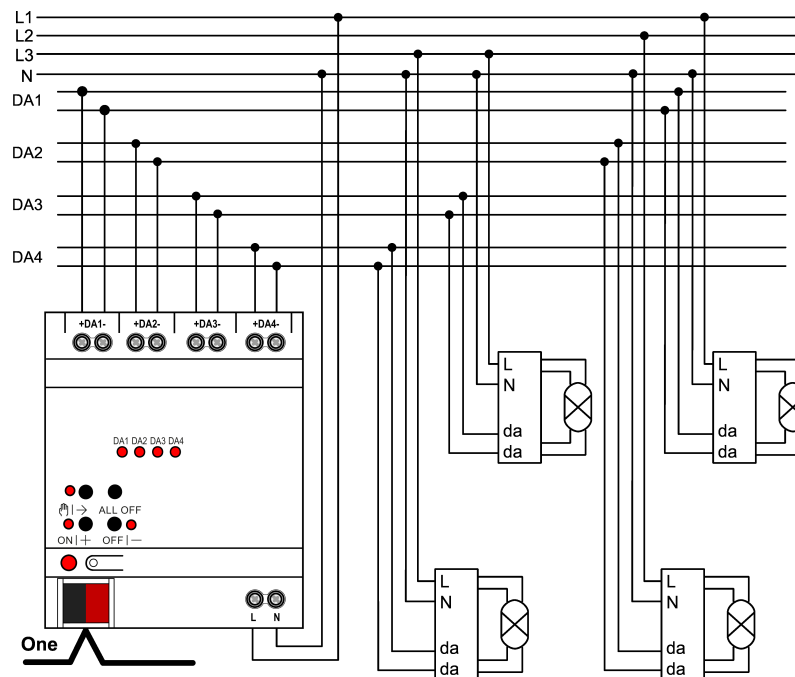

Bild 2: Anschlussbeispiel
- Gerät gemäß Anschlussbeispiel anschließen (siehe Bild 2).